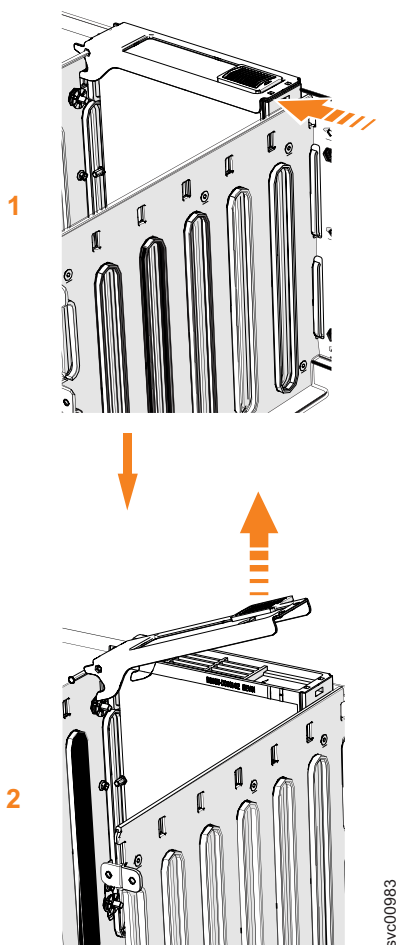

Figura 112. Extracción del conjunto de unidad
- Deslice el pestillo de liberación hacia adelante (**1**), como se muestra en la Figura 112 en la página 121.
6. Levante el tirador (**2**) para desbloquear la portadora de unidad de la partición, como se muestra en la Figura 112. Asegúrese de que la punta en la parte inferior del pestillo está totalmente desconectada.